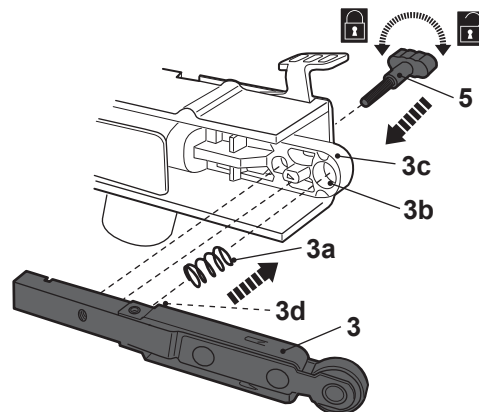

Fig. 1
- > Alinee el pin (3d) con el muelle y fije el brazo de lijado (3) en el soporte (3c).
- > Asegure la conexión apretando la perilla de reglaje del curso de la banda (5) (Fig. 1).